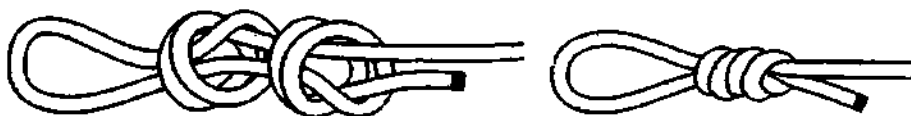

Рис. 214. Удвоенная рыбацкая петля.
**Рыбацкая петля** вяжется быстро, буквально одним движением, но если затратить несколько больше времени, то **рыбацкую петлю** можно сделать крепче, связав **двойные простые узлы** (рис. 214). Такой «усиленный» и очень надёжный узел становится ещё более громоздким. После завязывания узел необходимо расправить и аккуратно затянуть. **Рыбацкая петля с двойными простыми узлами** очень сильно затягивается.